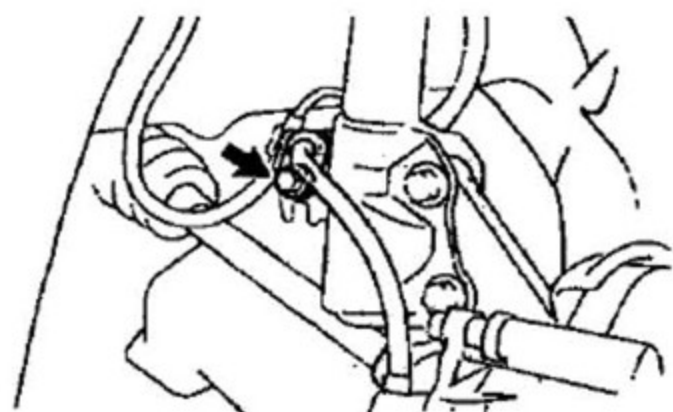

图 5.1-19
(1) 前减振器总成的拆卸。
- ① 拆卸前轮。
- ② 拆离制动软管。从减振器支架（带 ABS 车型）上拆螺栓、制动软管和 ABS 车速传感器线束夹箍。如图 5.1-19 所示。